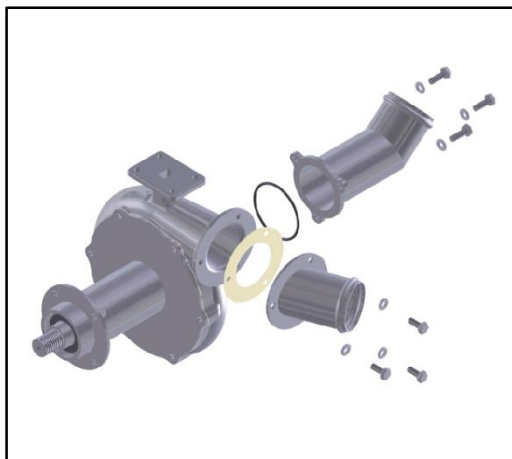

Figura 13: parafusos retirados em caso de substituição do o'ring ou juntas.
- f) Se a intenção for apenas substituir o o'ring e/ou as juntas da entrada e saída da bomba, remova os parafusos que seguram os mesmos e substitua o item necessário (figura 13). Pule essa etapa se não for este o caso.